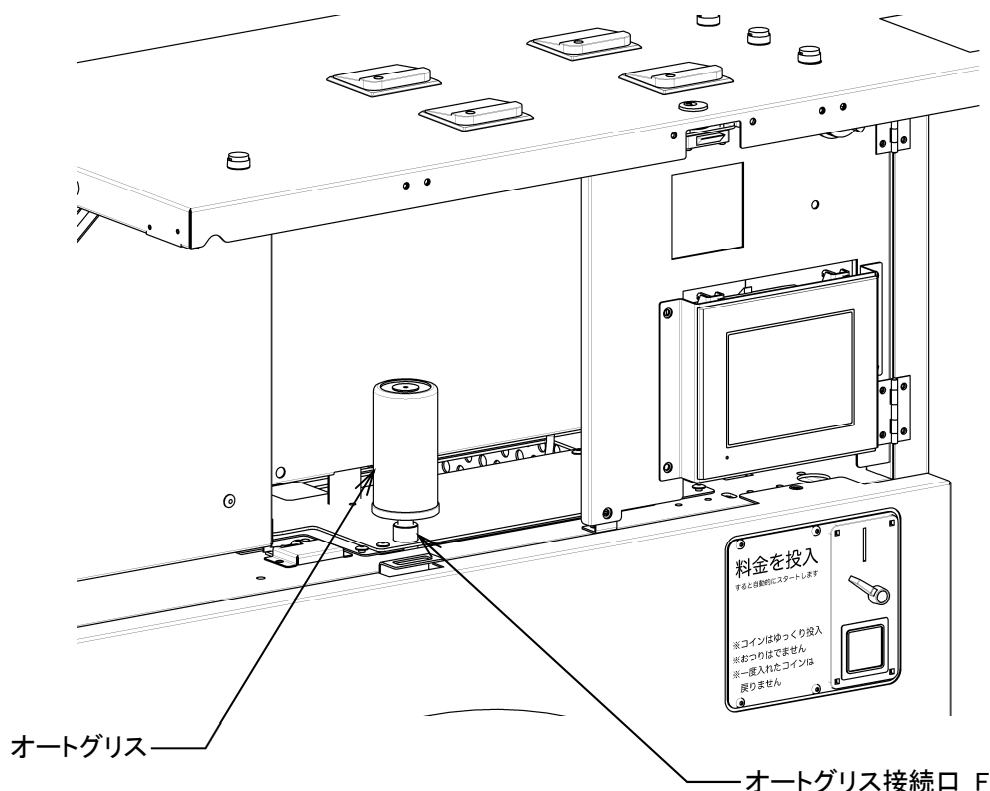

図 5-2
- ・ 付属品のオートグリスをオートグリス接続口 F に取り付けます。(図 5-2)